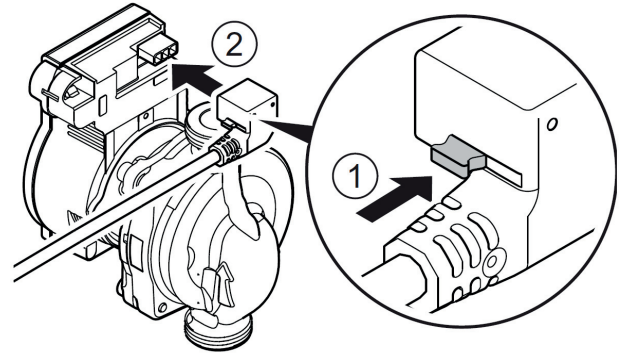

Abb. 6.3:
- Arretierungsknopf des 3-poligen Pumpensteckers herunterdrücken und den Stecker am Steckeranschluss (12) des Regelmoduls anschließen, bis er einrastet (Abb. 6.3).